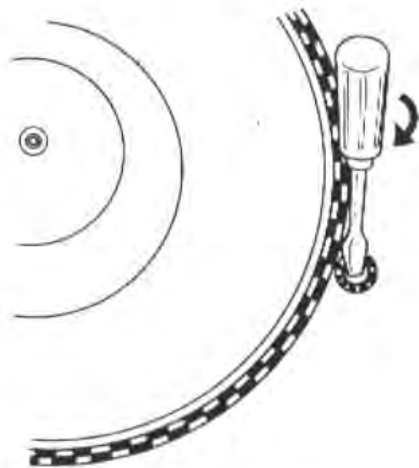
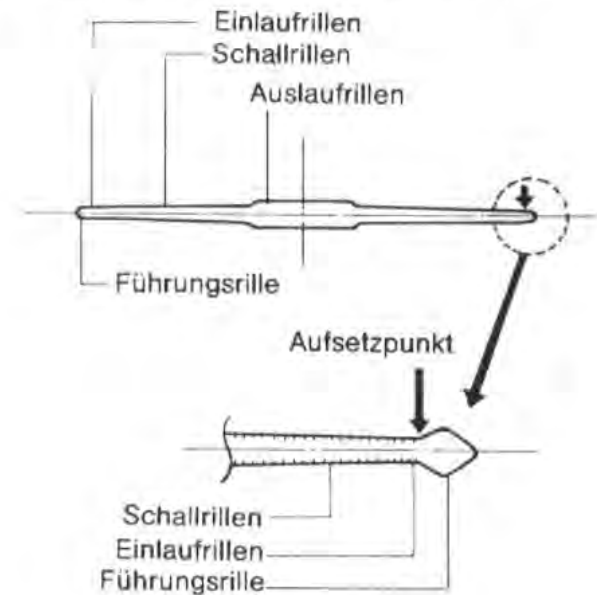

Abb. 13
Abb. 14
Die Nadel soll in die Einlaufrillen aufsetzen (Abb. 14). Setzt die Nadel zu weit nach **innen** auf, ist diese Schraube (7) geringfügig **gegen** den Uhrzeigersinn zu verstellen. Setzt die Nadel zu weit nach **außen** auf, ist die Schraube geringfügig **im** Uhrzeigersinn zu verstellen (Abb. 13).